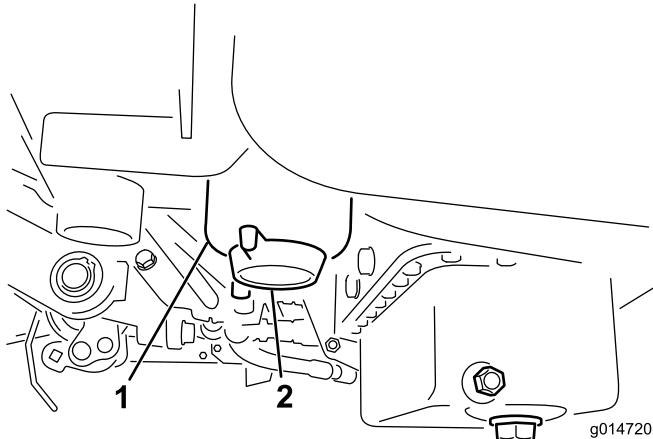

Figure 30
- Dévissez le bouchon de vidange situé sur le filtre à carburant d'environ un tour et vidangez l'eau qu'il contient (Figure 30). Revissez le bouchon quand la vidange est terminée.